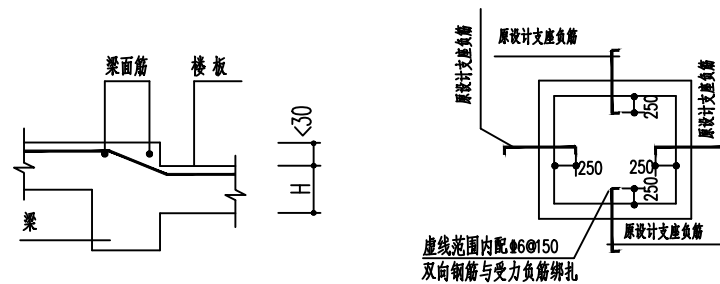

图 1 高低板负筋构造
- (5) 板的支座负筋一律采用直钩,伸入支座的长度一般至梁外皮保护层内且不小于受拉钢筋的锚固长度,当梁两面不等高时按图 1 施工。